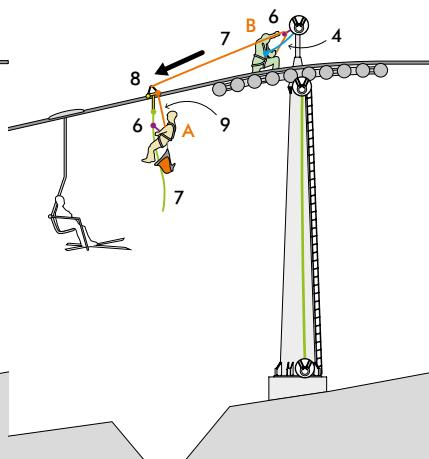

Fig. 2
2) Giunti alla sommità del traliccio, gli operatori A e B vi si assicurano per mezzo di un cordino di posizionamento (4). L'operatore B crea un ancoraggio sulla struttura del traliccio a cui connette un discensore auto-frenante (6) nel quale inserisce la corda di comando (7), collegata ad una carrucola da soccorso EN 1909 (8). L'operatore A colloca sul cavo la carrucola da soccorso e vi si appende tramite un altro discensore auto-frenante (6) inserito nella corda di calata (7). In aggiunta a ciò, l'operatore predisponde una linea supplementare in cui è inserito un dispositivo antcaduta collegato all'anello sternale dell'imbracatura. La linea supplementare è provvista di un connettore di grande dimensione agganciato al cavo dell'impianto e alloggiato nell'apposita sede della carrucola da soccorso. A questo punto l'operatore B può calare A lungo il cavo, tramite la corda di comando, fino a raggiungere il primo seggiolino (Fig. 2).
3) L'operatore A predisponde, sulla piastra multi-ancoraggio (9) collegata alla carrucola di soccorso, una fettuccia regolabile con anelli (10) e si cala, mediante il proprio discensore auto-frenante (6), fino a raggiungere il seggiolino.